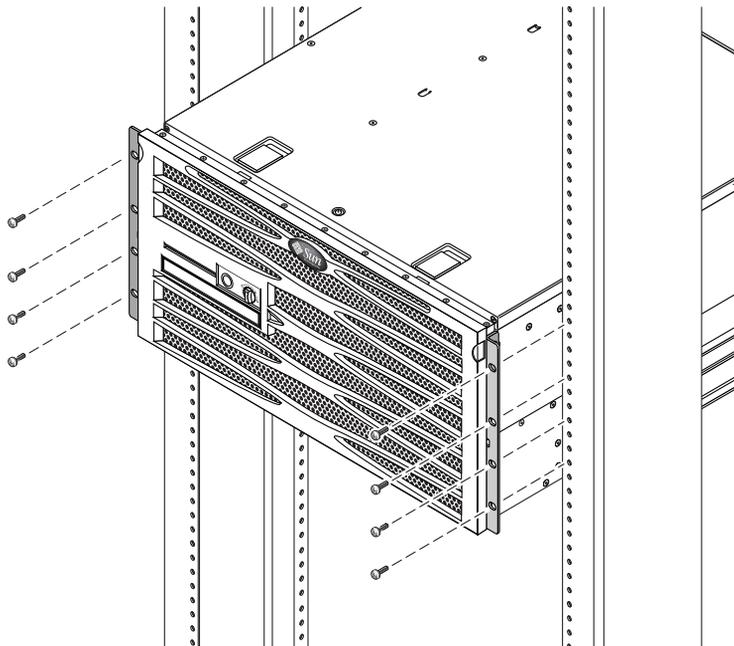

FIGURE 3-4 Fixation de la partie avant du serveur au rack
7. À l'aide de quatre vis par côté, fixez les supports de montage fixe avant vissés de part et d'autre du serveur à la partie avant du rack (voir FIGURE 3-4).